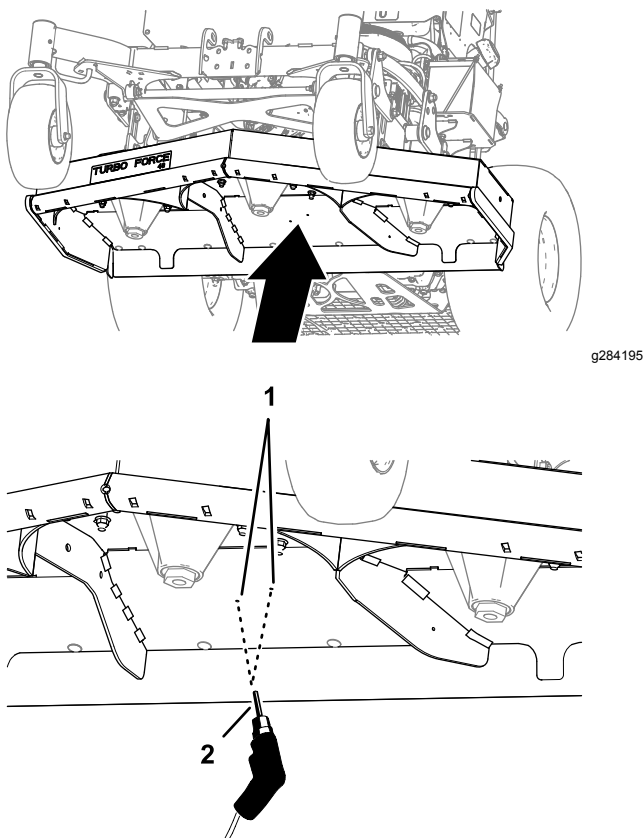

Figura 9
1. Sul fondo del piatto di taglio, praticate i 2 fori pilota con una punta da trapano da 8 mm, come mostrato nella Figura 9.